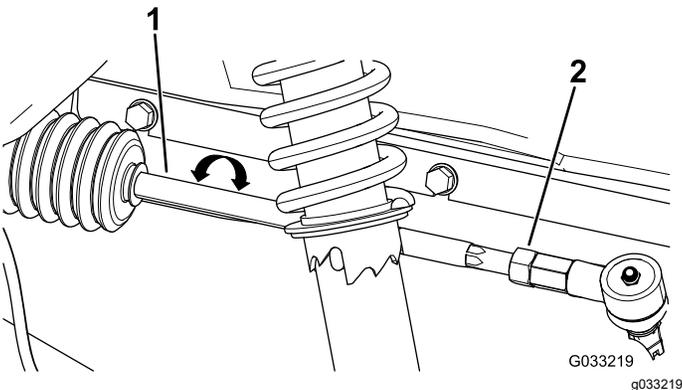

Figura 39
2. Si la distancia no está en el intervalo de 0 a +/-3 mm (0 a +/- 1/8"), afloje las contratuercas en el extremo exterior de las barras de acoplamiento (Figura 39).